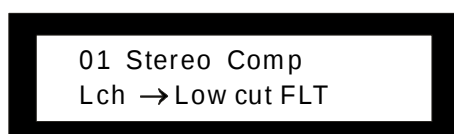
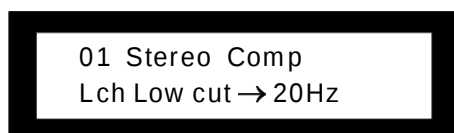

Fig.7
Fig.8
- 3、按压"LOW CUT/NOTCH"键，进入低切和陷波的子菜单选择，显示如图7，此时旋转旋钮4，则可选择"→LOW CUT SWITCH"(低切使能开关)、"→LOW CUT FLT"(低切频率点)、"→NOTCH SWITCH"(陷波使能开关)、"→LQ NOTCH FLT"(宽带宽陷波滤波)、"→MQ NOTCH FLT"(中带宽陷波滤波)、"→HQ NOTCH FLT"(窄带宽陷波滤波)共6个子菜单，再次按压"LOW CUT/NOTCH"键，进入相应子菜单的值调节，通过旋转旋钮4来完成合适的调节，如图8，其中"LOW CUT"的调节范围是"20Hz~200Hz"，步距10Hz；"NOTCH"的调节范围是"40Hz~110Hz"，步距5Hz。